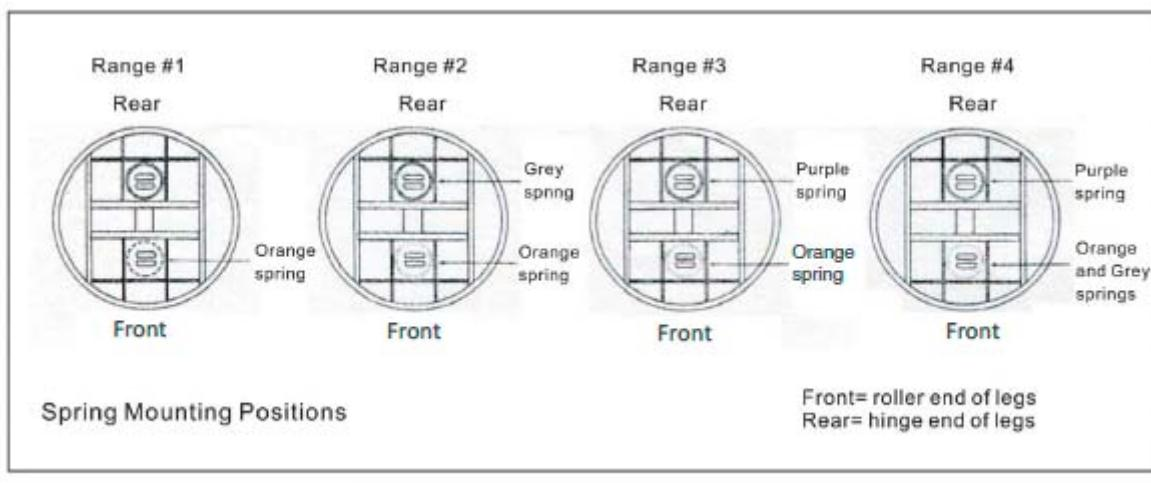

Fig. 7 Fjedrenes placering
3. Fig. 7. Viser de øvrige fjedres placering ved forskellige behov. Sørg for, at det er de korrekte fjedre, der monteres. Se Tabel 1 på side 5 for at kontrollere, at de rigtige fjedre anvendes til den korrekte applikation.